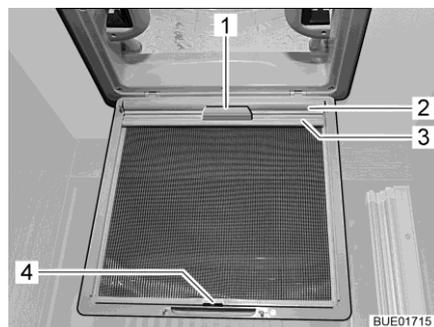

Bild 110 Verdunklungsrollo (Dachhaube)
- Verdunklungsrollo (Bild 110,2) am Griff (Bild 110,1) herausziehen und Halteleiste (Bild 110,3) in den Haken (Bild 110,4) am Insektenschutz einhängen.
- Halteleiste (Bild 110,3) vom Haken (Bild 110,4) lösen und Verdunklungsrollo (Bild 110,2) am Griff (Bild 110,1) langsam zurückführen.